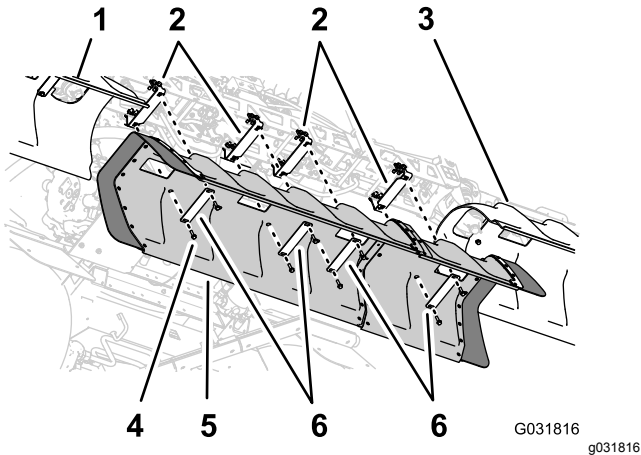

Figura 237
1. Alinhe os orifícios na cobertura da rampa central com os orifícios nos suportes para a cobertura da secção central (Figura 237).
2. Alinhe os orifícios nas 2 fitas da cobertura que retirou no passo 1 de 10 Retirar a cobertura da secção central \(11 bicos\) do Kit de rampa coberta opcional \(página 24\) com o tubo na cobertura e 2 dos suportes (Figura 237).
4. Alinhe os orifícios nas 2 fitas da cobertura (Peça Toro N.º 120-0629) com os 4 orifícios restantes na cobertura e os 4 orifícios restantes nos suportes (Figura 237).
5. Monte as fitas da cobertura e a cobertura nos suportes (Figura 237) com os quatro parafusos de cabeça flangeada (5/16 pol. x 1¼ pol. — peça Toro n.º 323-36).